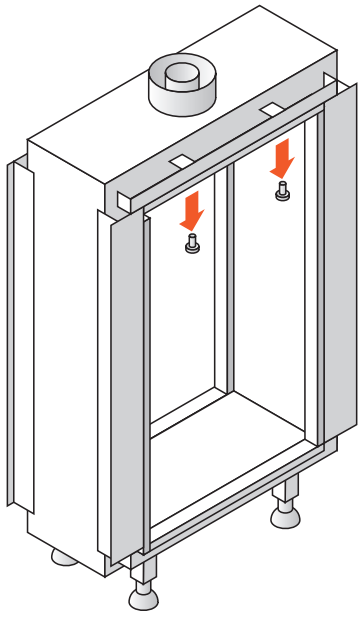

Abb. 9.4 Abschrauben von die obere Verkleidung
- Entfernen Sie beide Seitenverkleidungen. Sie werden durch magnetische Clips gehalten (Abbildung 9.4).